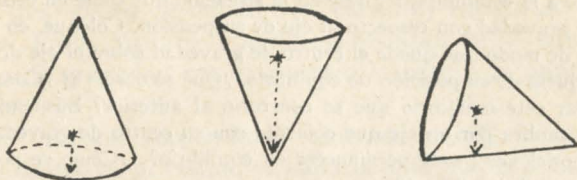

Fig. 9.
3) Tome un cono y apóyelo sobre su cúspide. ¿Qué equilibrio resulta? ¿Cómo se podría llamar este equilibrio? Apóyelo, en seguida, sobre su base. ¿Cómo es este equilibrio comparado con el anterior? ¿Cómo podría llamarse? Apóyelo, finalmente, sobre un lado. ¿Cómo se equilibra en este último caso comparado con los anteriores? ¿Cómo podría llamarse este equilibrio? Diga cómo es la altura del centro de gravedad al plano en estos tres casos de equilibrio. (Fig. 9).